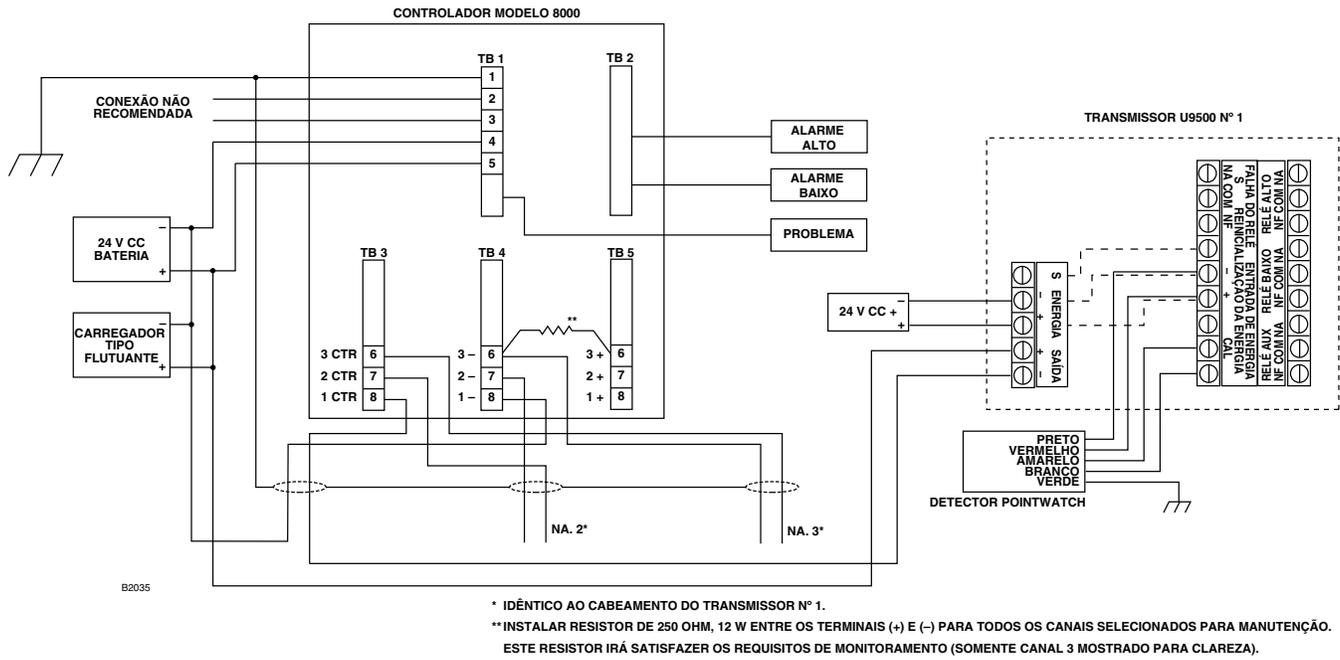

Figura 12 — Um sistema típico, Transmissor Infiniti com PointWatch conectado a um Controlador Modelo 8000, saída de corrente isolada
- Figura 12 — Um sistema típico, Transmissor Infiniti com PointWatch conectado a um Controlador Modelo 8000, saída de corrente isolada